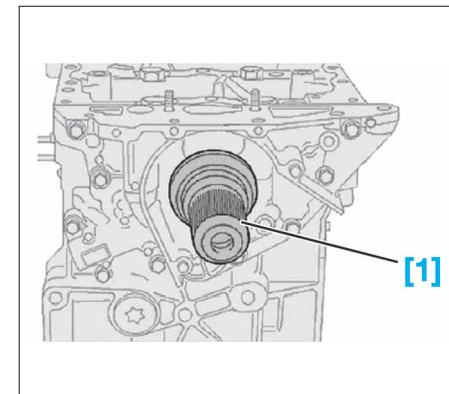
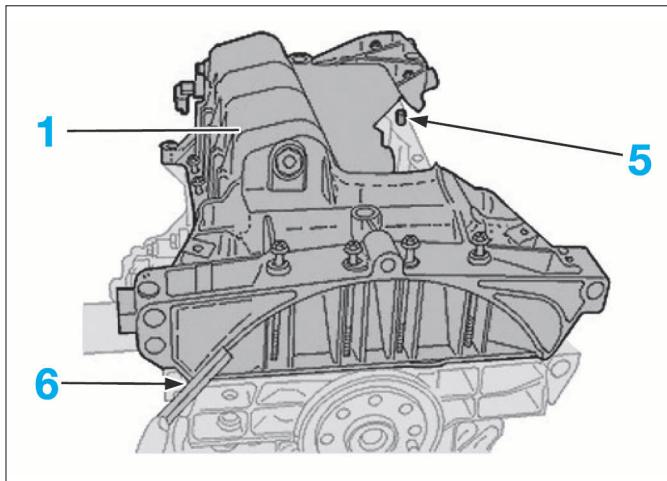

FIG. 45
FIG. 44
- Outil de montage [1] de la bague d'étanchéité de vilebrequin (Fig.45).
- vérifier la présence de la goulotte de centrage (5) avant le remontage du carter inférieur (Fig.44),
- aligner le carter inférieur avec le carter moteur à l'aide d'une règle (6),
- remonter une bague d'étanchéité neuve avec l'outil [1] (Fig.45),